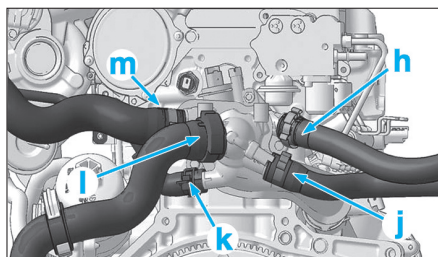

Fig. 69
- les tuyaux d'aérotherme en "h" et "j" (Fig.69),